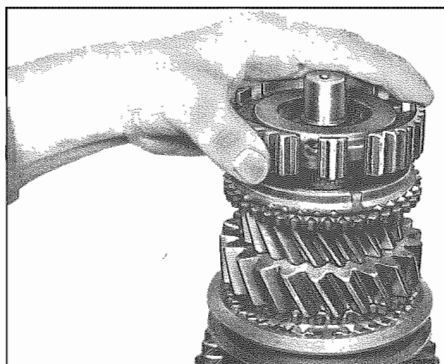

Fig. 36 - Mozzo sincronizzatore Synchronizer
- Riscaldare a circa 80 °C il mozzo sincronizzatore della 4a e 5a marcia (407) e forzarlo nello scanalato a denti triangolari col lato più lungo del mozzo in avanti (Fig. 36). Usare allo scopo anche l'attrezzo speciale .9. Montare un anello elastico d'arresto (403) che alloggi in forza nella cava radiale. L'anello è disponibile negli spessori di 2,3, 2,4 e 2,5 mm.
- Heat synchronizer 4th and 5th gear (407) to approx. 80° C and push onto splining with longer end of hub first (Fig. 36). Use special tool 9. for this purpose, too. Insert one circlip (403) to fit tightly in radial groove. Rings are available 2.3, 2.4 and 2.5 mm thick.